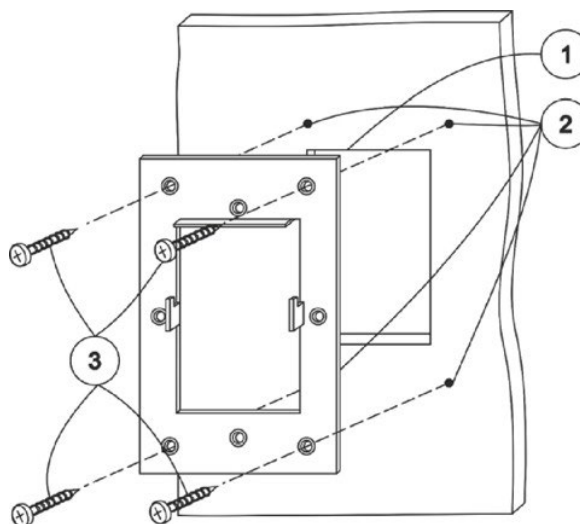

Рис.16
3. Закрепить монтажную металлическую рамку на поверхность саморезами согласно размеченной области. Выступы, находящиеся в центральной части рамки, фиксирующие панель управления на стене, должны быть ориентированы на себя, зубцами вверх (см. рис.16).
4. Просверлить отверстия для мест крепления панели сверлом диаметром 3,2-4мм (4 отверстия) (см. рис.16).
6. Винтами с резьбой М3 с обратной стороны через отверстия зафиксировать панель на поверхности (см. рис.16).